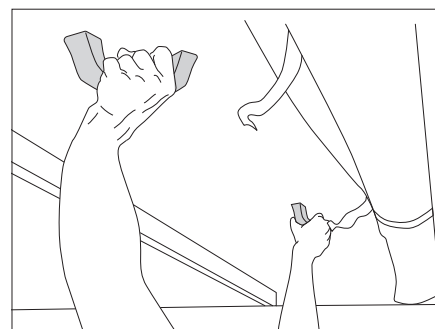

Fig. 39 Sollevamento del tetto sollevabile
- Spingere il tetto sollevabile verso l'alto con ambedue le mani (Fig. 39).